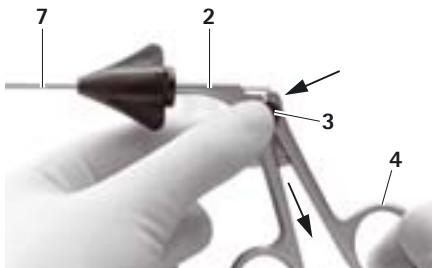

Fig. 1
- Separar el mango 2 y la pieza de trabajo 7, ver Fig. 1: